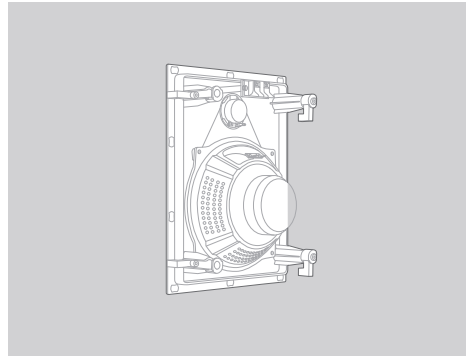

图 6
2. 将扬声器线缆放入墙面开口中。务必遵守当地所有的建筑和楼层规范。将扬声器线缆连接至合适的扬声器端子。确认每根线缆与系统功放的颜色和极性匹配正确。(图 6)